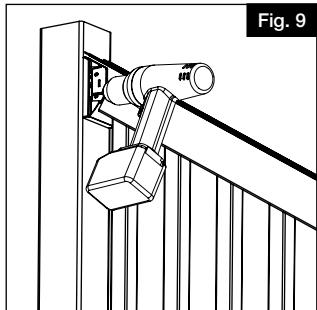

Fig. 9
- a. S'assurer que les traverses sont bien en place avec les barreaux, de niveau et centrées sur le manchon du poteau. Tout en maintenant le support supérieur bien appuyé contre la traverse par le dessous, et en utilisant un foret de  $\frac{1}{8}$  po (3,2 mm), percer un avant-trou pour la première vis du support supérieur (Fig. 9). Percer à travers le trou du support, le manchon de poteau en vinyle et la pièce insérée en vinyle, et enfoncez sans serrer la première vis no 10 x  $1\frac{1}{2}$  po (38,1 mm).